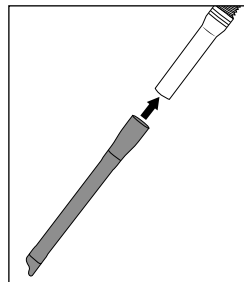

Fig. 11
- ◆ Applicare la bocchetta per giunti 22 al flessibile di aspirazione 23 per aspirare ad es. angoli o giunti (vedere fig. 11).